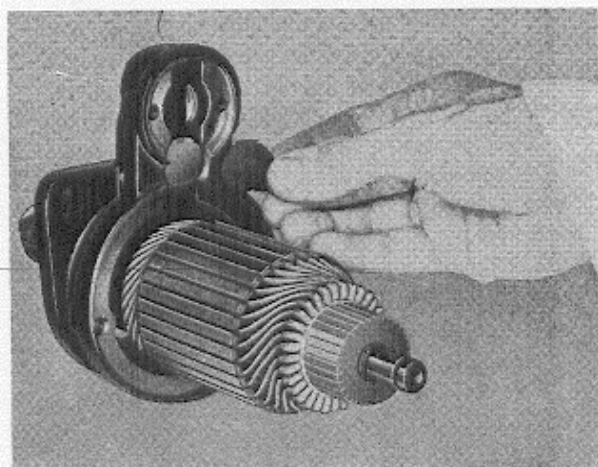

Fig. 3-39. Het verwijderen van de rubber ring
11. Verwijder de rubber- en stalen ring van het aandrijflagerschild, zoals Fig. 3-39 laat zien.